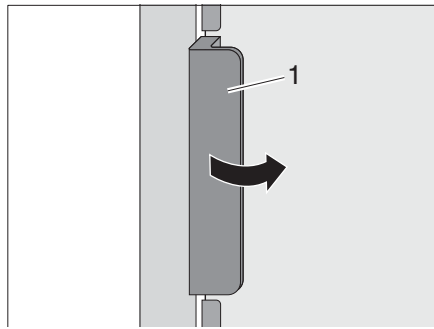
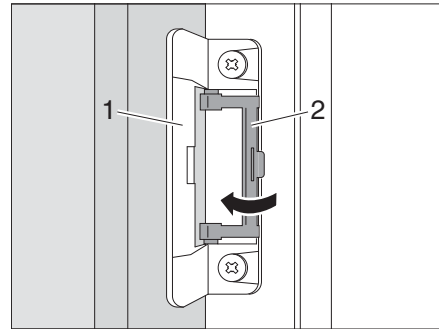

Fig. 279 Abrir la puerta del frigorífico
Fig. 280 Bloquear la posición de ventilación
- Abrir la puerta del frigorífico con el tirador (Fig. 279,1). El bloqueo (Fig. 280,1) se abre automáticamente.
- Soltar el bloqueo (Fig. 280,2).